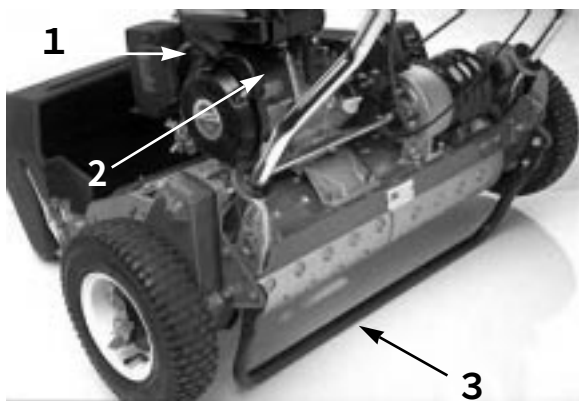

図 23
### ON / OFF スイッチ (図23)
### スタータ (図23)
### キック・スタンド (図23)
3. ON / OFF スイッチ (図23) を ON とする。